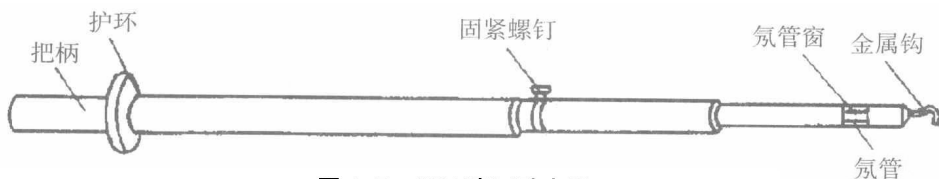

图 1-6 10kV 高压验电器
2.高压验电器。高压验电器又称高压测电器。主要用来测量电力输送网络中的高压电。10kV 高压测电器由金属钩、氖管、氖管窗、固紧螺钉、护环和把柄等组成(如图 1-6 所示)。